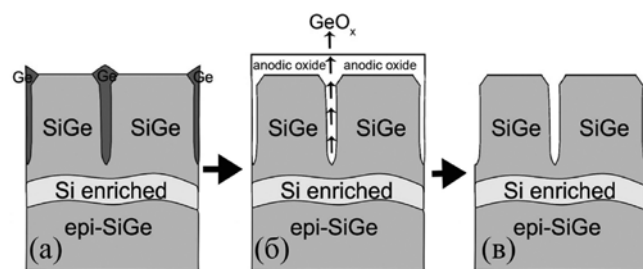

Рисунок 2 – Схематическое изображение профилирования поверхности сегрегационного ячеистого слоя (а) путем анодного оксидирования и растворения оксида (б, в).
наклонными составляющими, которые, при движении фронта кристаллизации, оттесняют избыточную примесь в поперечном направлении (Рисунок 1 в) и формируют ячеистую сегрегационную структуру (Рисунок 1 г). Последующее селективное оксидирование Ge в стенках ячеистой структуры и растворение оксидов (Рисунок 2) приводит к формированию профилированной поверхности требуемой топографии.
Нано-профилированные буферные слои формировали по следующей схеме. На первом этапе методом молекулярно-лучевой эпитаксии (МЛЭ) выращивали релаксированные эпитаксиальные слои Si_{1-x}Ge_x ($x = 0.3 - 0.5$) на кремниевых подложках с композиционно-изменяемыми буферами на установке Semicon VG80. В качестве подложек использовали (001)-ориентированные пластины кремния р-типа проводимости. После десорбции SiO₂ с поверхности пластин кремния при 850 °С, выращивали буферный слой Si_{1-x}Ge_x переменного состава с поверхностным слоем SiGe толщиной 1,3 мкм. На второй стадии эпитаксиальные слои SiGe облучались импульсами рубинового лазера в режиме модуляции добротности на длине волны 694,3 нм длительностью 75 нс, с диаметром пятна 4 мм при нормальных условиях. Плотность энергии лазерного излучения W изменялась от 1,5 до 2,5 Дж/см², однородность плотности энергии по площади пятна была лучше 90 %. Такие режимы импульсной лазерной обработки (ИЛО) позволяли формировать ячеистые нано-сегрегационные структуры различной морфологии [5]. Наконец структуры подвергались анодному или термическому оксидированию: предполагалось, что при таких обработках происходит преимущественное образование оксида германия, который либо растворялся в водном растворе плавиковой кислоты (анодный процесс), либо испарялся (термическое оксидирование) из стенок ячеистой структуры (Рисунок 2). Термическое оксидирование проводили в установке быстрого термического отжига при 650-950 °С в атмосфере сухого кислорода.
Рисунок 2 – Структура, сформированная при температуре карбидизации 1100 °С в течение 10 мин. а – Дифракционная картина ПЭД, б – Снимок ПЭМ в режиме светлого поля